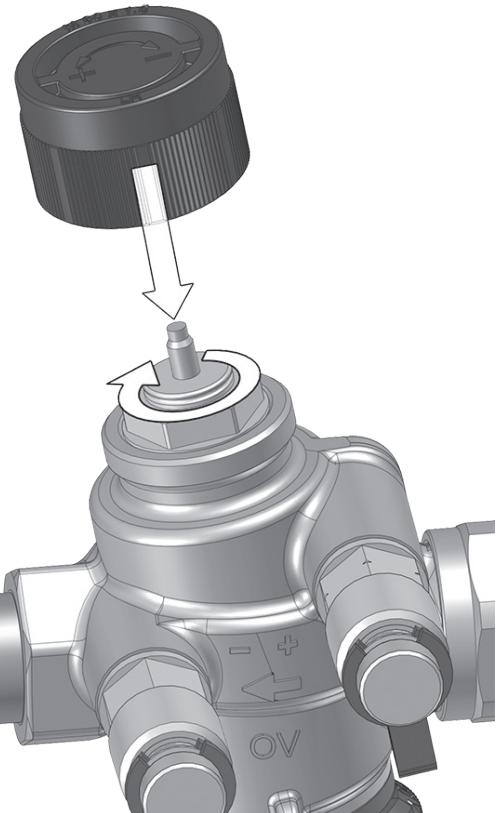

Bild 8: Spärra av
- 1 Spärra ventilen, t.ex. med skyddslocket (se Bild 8).
Skruta fast det medföljande skyddslocket på gänganslutningen M30 x 1,5 (se Bild 8).